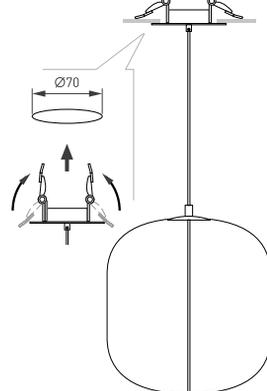

Рис. 3. Установка и подключение светильника с встраиваемой чашей
- 3.3. Установка и подключение светильника со встраиваемой чашей (рис.3.):